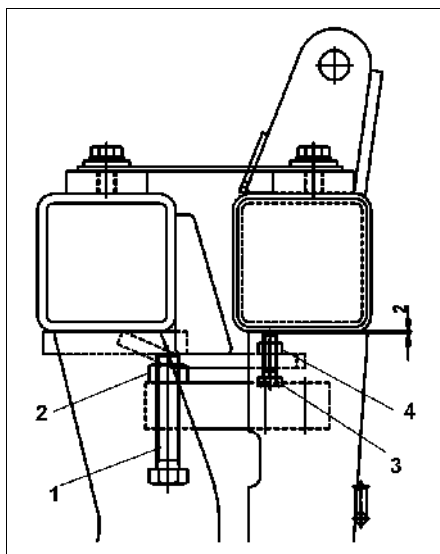

Fig. 63
Indstillingsbolten (Fig. 63/1) er centralt placeret i vejecellen under rammen på sprederen.
- kontramøtrikken (Fig. 63/2) løsnes
- indstillingsbolten (Fig. 63/1) justeres
- kontramøtrikken (Fig. 63/2) spændes fast
Reguleringsbolten (Fig. 63/3) skal indstilles med 2 mm tolerance som vist på billedet.
- kontramøtrikken (Fig. 63/4) løsnes
- reguleringsbolten (Fig. 63/3) indstilles
- kontramøtrikken (Fig. 63/4) spændes fast